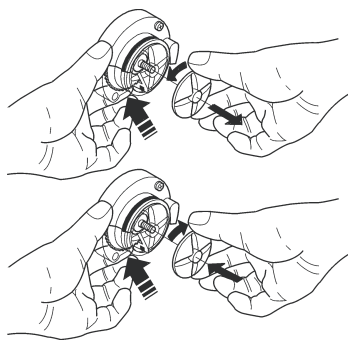

Рис. 8
- для того чтобы разобрать роторы, просто заблокируйте пальцем диск, установленный на оси миксера (см. Рис. 8);